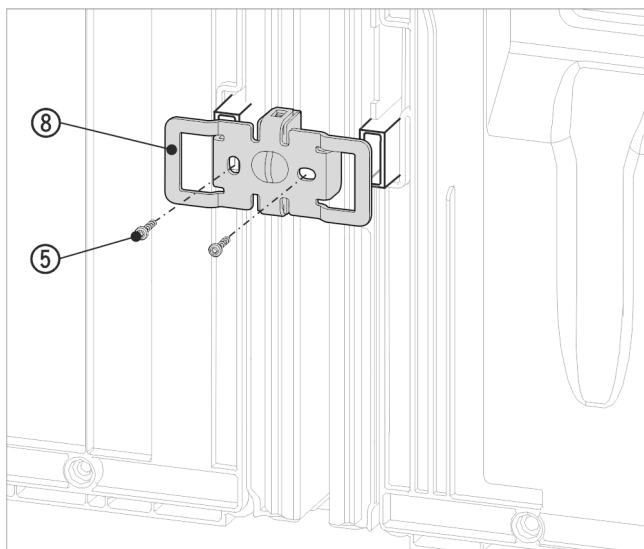

Fig. 19 Zobrazení příkladu
- ▶ Úhelník Fig. 19 (8) znovu zasuňte vybráním přes úchyt pro vymezení odstupů od stěny.
- ▶ Přišroubujte pomocí 2 šroubů Fig. 19 (5).